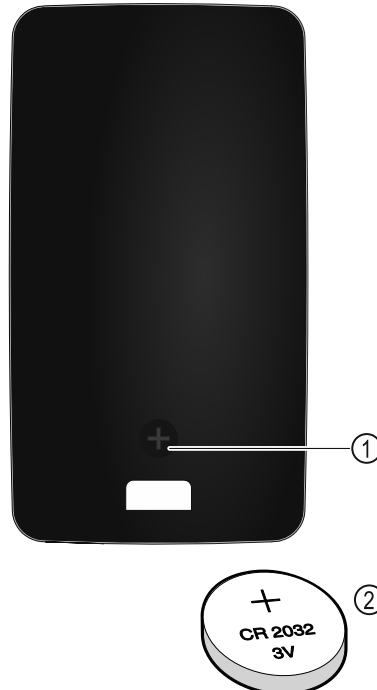

Fig. 141
De stroomvoorziening van de afstandsbediening vindt plaats via een batterij van het type CR 2032 met 3V Fig. 141 (2) die verkrijgbaar is bij de gespecialiseerde handel.
- ▶ Schroef Fig. 141 (1) aan achterzijde van de afstandsbediening eruit draaien.